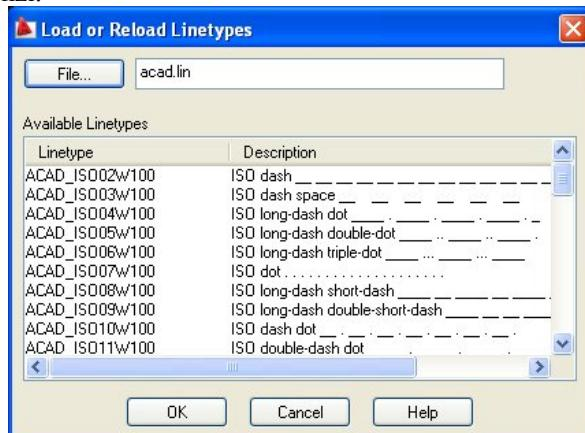

Figura 1.1.29
- butonul **Load** – afișează fereastra **Load or Reload Linetypes**, figura 1.1.29, prin intermediul căreia se pot încărca în desenul curent tipurile de linii selectate din fișierul **acad.lin** sau din alt fișier cu extensia **lin**, care conține